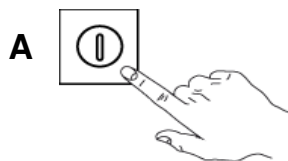

Fig.27
- 4- Cierre la puerta y pulse el botón “A” para encender la máquina. Luz “C” es ON. (Fig. 27)